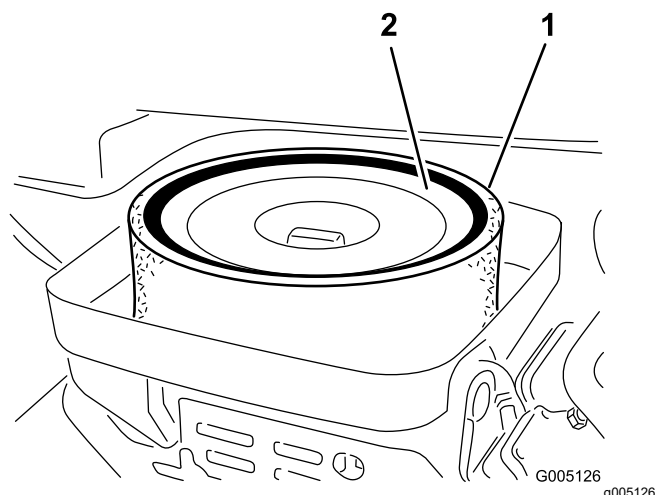

図 34
3. エレメントをエアクリーナに固定している蝶ナットを外す 図 34。
4. スポンジ 図 34 を点検し、汚れていればペーパーエレメントから外す。以下の要領で丁寧に清掃してください